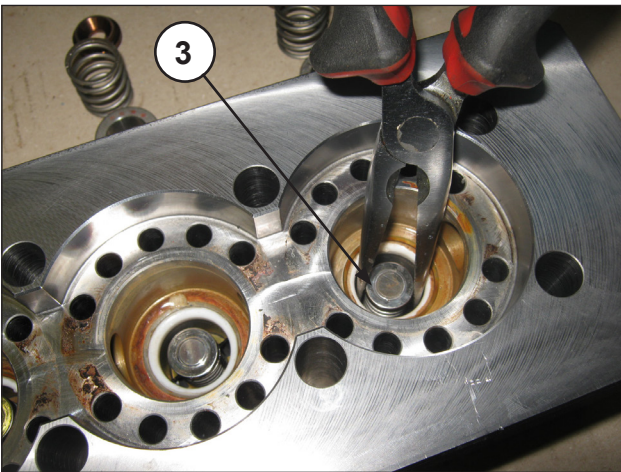
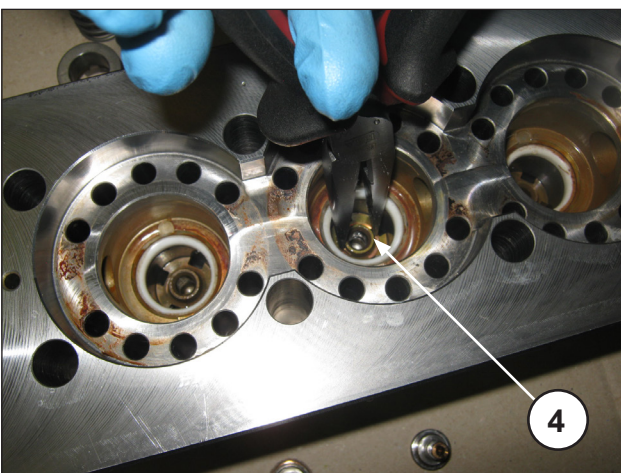

Fig. 27
Fig. 28
- Sortir les plateaux de refoulement ③ et leurs guides ④ avec les ressorts correspondants, comme le montrent les Fig. 27 et Fig. 28, vérifier s'ils sont usés et les remplacer si nécessaire ; toujours les remplacer aux intervalles indiqués dans le tableau « ENTRETIEN PRÉVENTIF », chapitre 11 du *Manuel d'utilisation et entretien*.